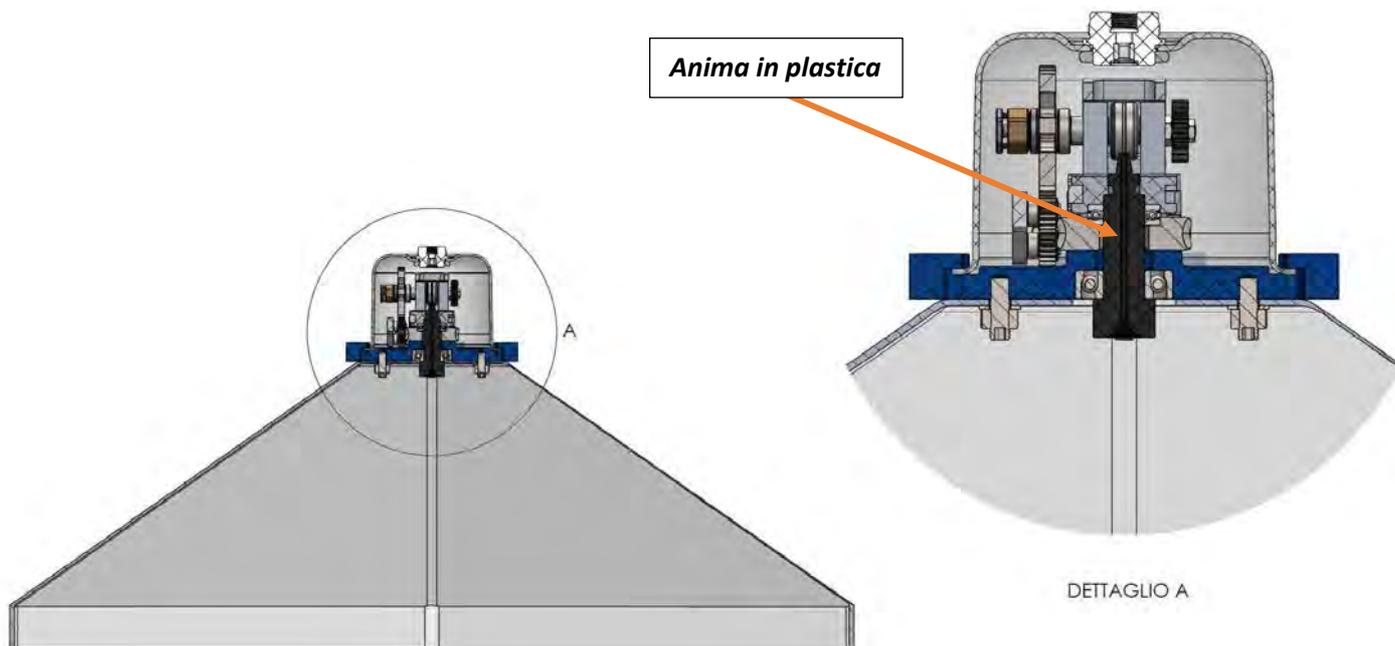

Figura 11
L'esecuzione di un foro di diametro inferiore a quanto indicato può compromettere il funzionamento del dispositivo, poiché non consentirebbe la corretta rotazione dell'anima in plastica nella quale scorre il filo. Figura 11.
5. Infine fissare il Twister riavvitando i dadi assicurandosi del corretto posizionamento delle rondelle. Figura 11.